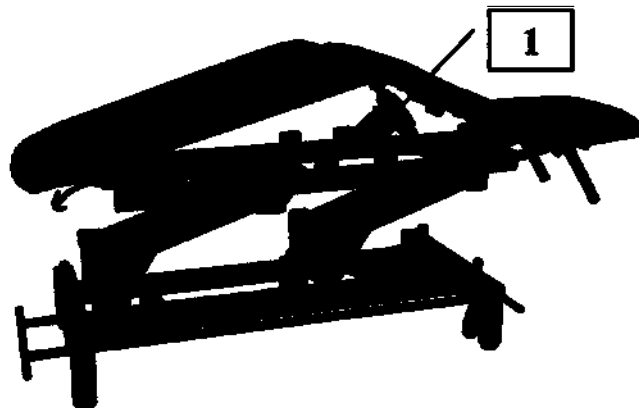

Рисунок 4 – Изменения положения центральной секции (стол модификации «СМТ-«Кинезо-Эксперт» - 7/2М»)
5.5 Изменение положения ложа стола в центральной части стола модификации «СМТ-«Кинезо-Эксперт» - 7/2М» производится с помощью верхнего электропривода (рисунок 4 поз. 1). Управление верхним электроприводом производится с помощью малогабаритных пультов управления, которые размещены на обратной стороне боковых поверхностей центральной секции ложа пациента с двух сторон (рисунок 10).